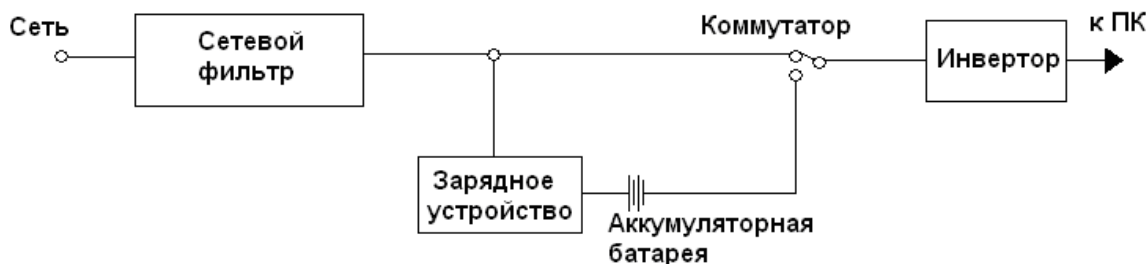

Рисунок 28 – Структурная схема ИБП гибридного типа
3. *ИБП гибридной архитектуры (line Interactive UPS)* – устройства комбинированного типа. У таких источников инвертор непрерывно подключен к выходу (рисунок 28), благодаря чему обеспечивается гальваническая развязка. Подобные источники питания в принципе могут использоваться для защиты оборудования обеих вышеописанных категорий. Зачастую выбор между ИБП типа on-line и line interactive определяется не столько функциональными характеристиками, сколько их ценой.